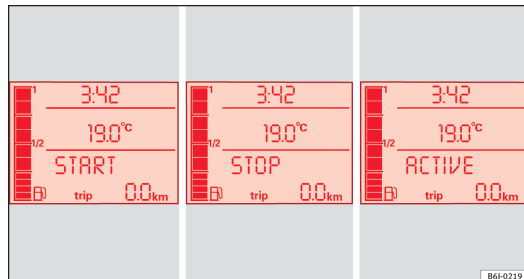

Fig. 113 Indication sur l'écran du tableau de bord durant le fonctionnement Start-Stop.
- L'écran du tableau de bord affiche des informations concernant l'état du fonctionnement Start-Stop → fig. 113.